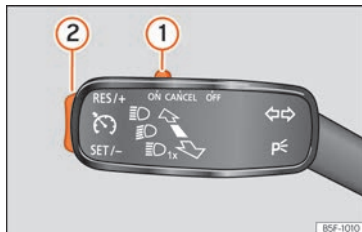

Fig. 268 En la palanca de los intermitentes: mandos para el manejo del GRA.
- Desplace el mando »»» **fig. 268 ①** hasta **ON**.
- Pulse el botón »»» **fig. 268 ②** en la zona **SET/-**.
- Desplace el mando »»» **fig. 268 ①** hasta **CANCEL** o pise el freno.
- Pulse el botón »»» **fig. 268 ②** en la zona **RES/+**.
Mientras el GRA regula se puede ajustar la velocidad guardada con la tecla »»» **fig. 268 ②**:
- Para aumentar en pasos de 1 km/h [1 mph] pulse brevemente el botón »»» **fig. 268 ②** en la zona **RES/+**.
- Para aumentar la velocidad ininterrumpidamente mantenga pulsado el botón »»» **fig. 268 ②** en la zona **RES/+**.
- Para reducir en pasos de 1 km/h [1 mph] pulse brevemente el botón »»» **fig. 268 ②** en la zona **SET/-**.
- Para reducir la velocidad ininterrumpidamente mantenga pulsado el botón »» fig. 268 ② en la zona SET/–.
- Desplace el mando »» fig. 268 ① a OFF.